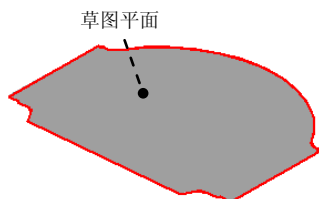
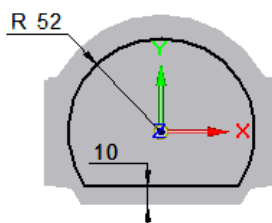

图 8.5.6 定义草图平面
图 8.5.7 截面草图
(1) 选择命令。单击“主页”功能选项卡“钣金”工具栏中的“凹坑”按钮.
(2) 绘制凹坑截面。选取图 8.5.6 所示的模型表面为草图平面，绘制图 8.5.7 所示的凹坑截面草图。